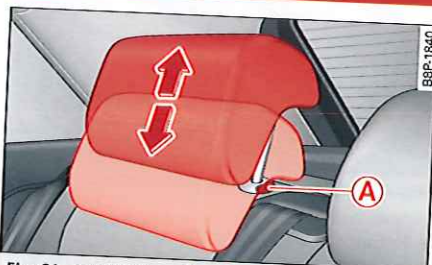
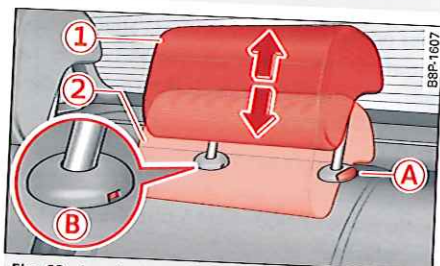

Fig. 61 Appuie-tête arrière extérieur : point de déverrouillage
Fig. 62 Appuie-tête arrière central : point de déverrouillage
- Pour abaisser l'appuie-tête, pressez la touche **A** ⇒ fig. 61 ou ⇒ fig. 62 et abaissez l'appuie-tête.
- Appuyez sur la touche **A** ⇒ fig. 61 et tirez simultanément l'appuie-tête hors du dossier ⇒ **A**.
- Appuyez sur la touche **A** ⇒ fig. 62 et relevez en même temps l'appuie-tête jusqu'à ce qu'il arrive en butée.